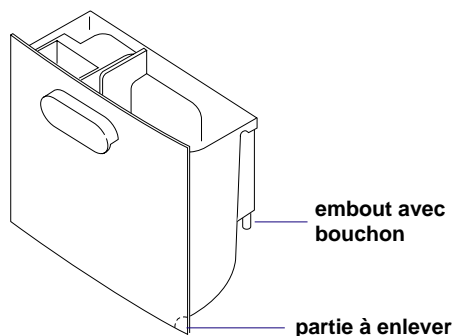

Fig. 1
L'eau de condensation peut être recueillie directement dans le réservoir (fig. 1).
- 2) Enlever le petit bouchon en caoutchouc sur l'embout (Fig.1).